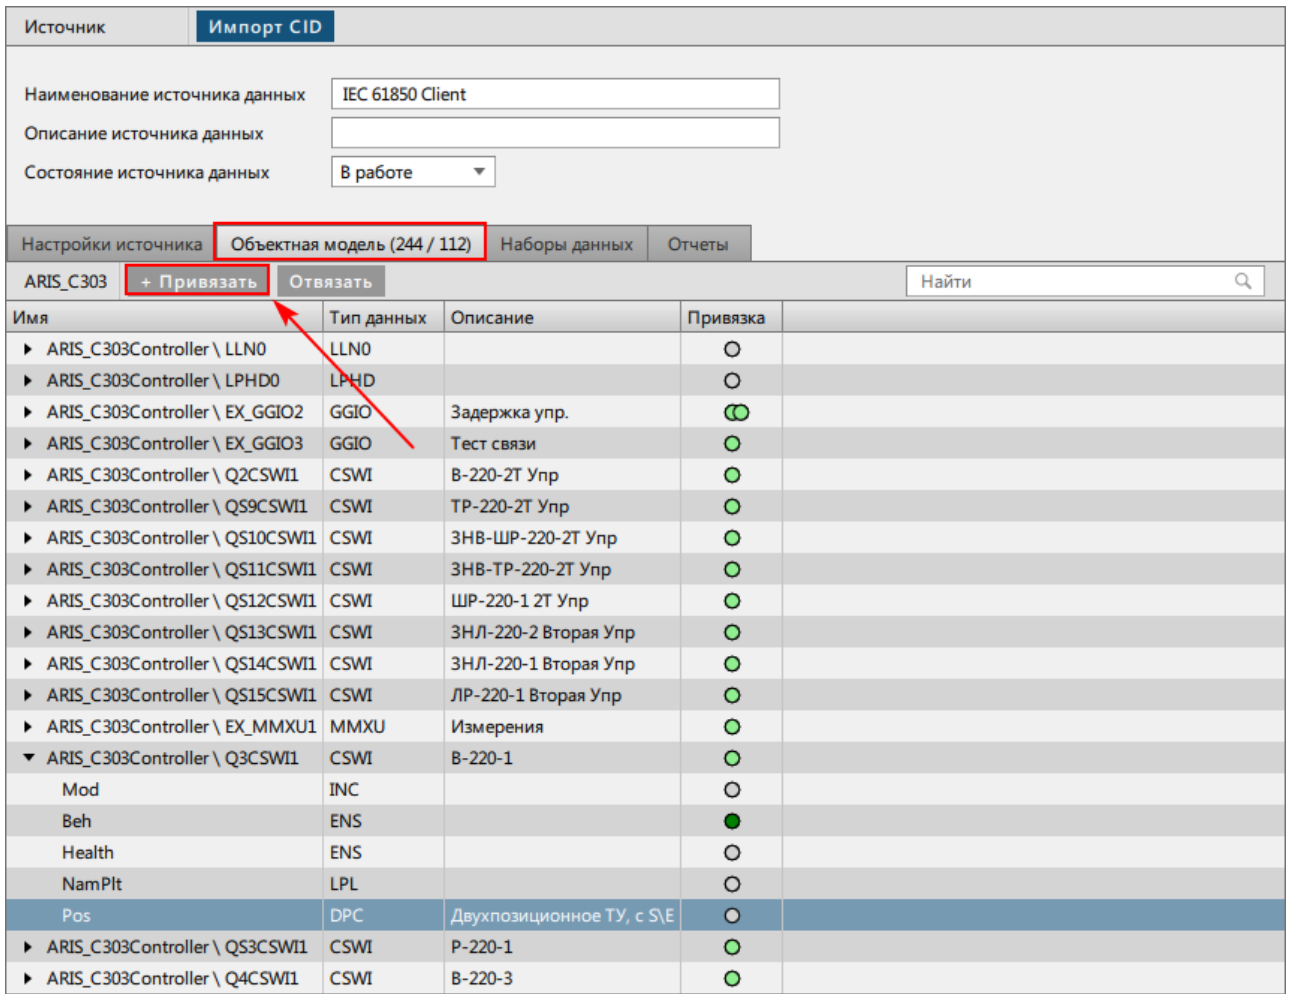

Рисунок 203 - Привязка сигнала
7. Выделите *ЛКМ* нужный сигнал и нажмите **+ Привязать** (Рисунок 203).